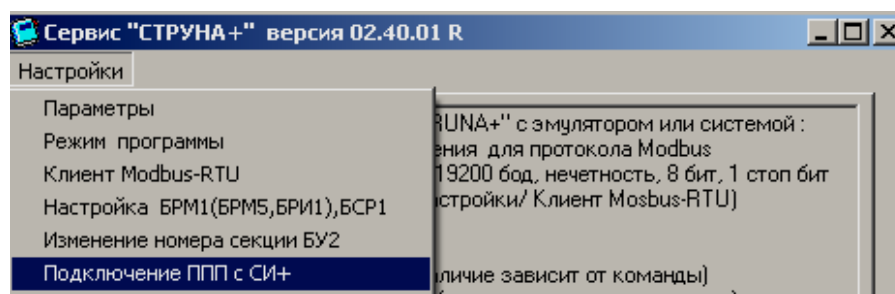

Рисунок 7.29
7.4.2 В меню «Настройки» выбрать опцию «Подключение ППП с СИ+» (рисунок 7.29). В результате активируется форма «Подключение ППП к системе СТРУНА+», представленная на рисунке 7.30.